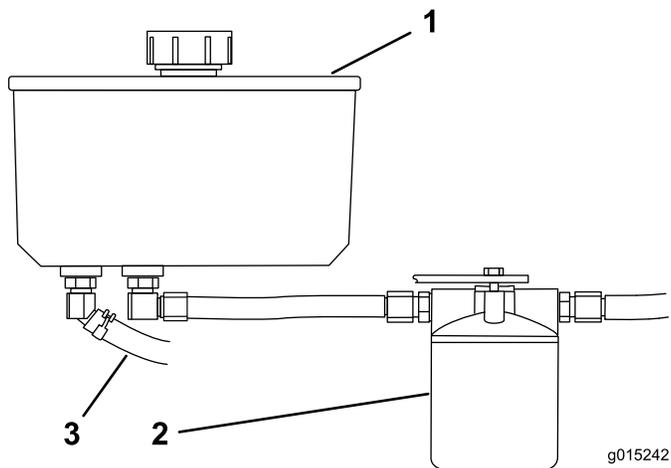

図 74
4. 油圧オイルタンクの下にある前油圧ホースを探し出し、その下にオイルを受ける容器を置く 図 74。